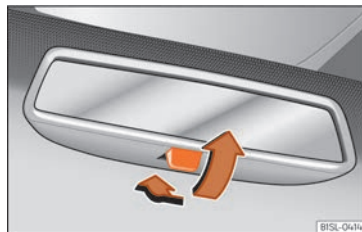

Fig. 87 Rétroviseur intérieur jour/nuit manuel.
- Pour sélectionner la position nuit, déplacez le levier vers l'arrière » fig. 87.